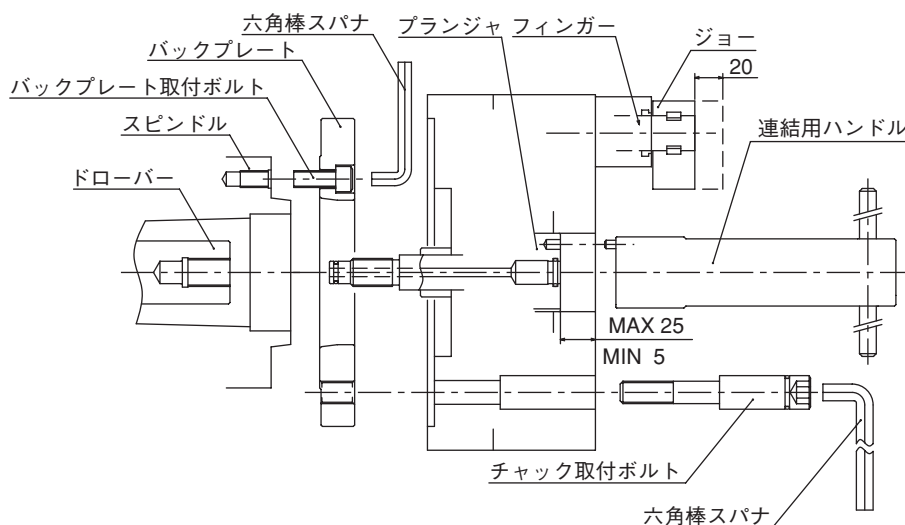

図 13
- ・連結用ハンドルを回してプランジャの位置が図 13 の MIN 5 になるようにしてください。